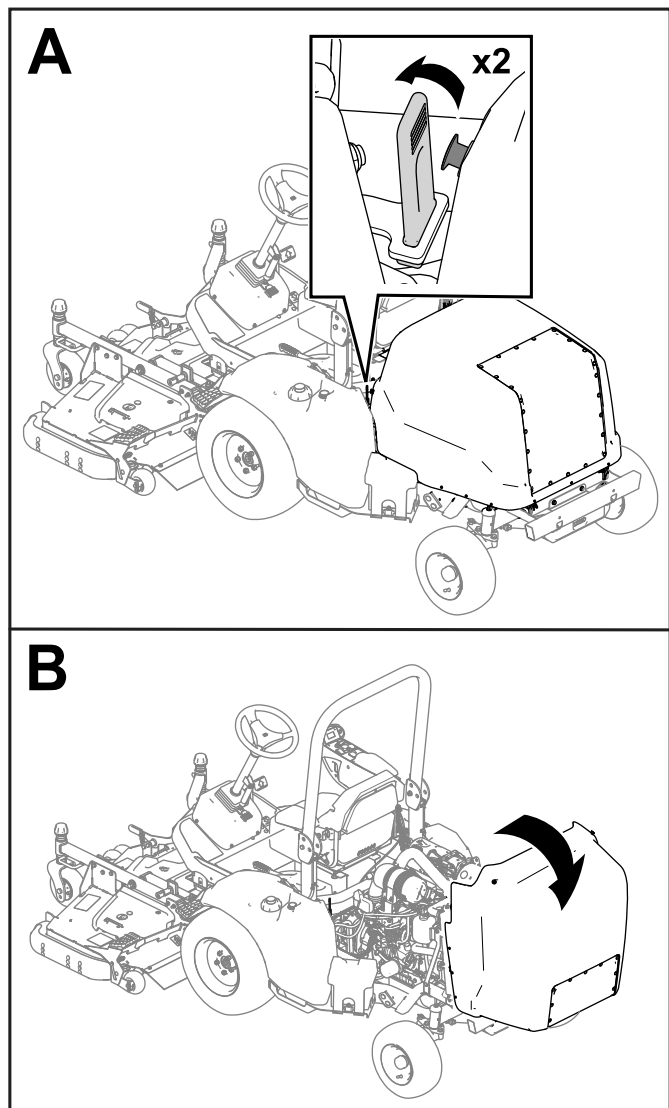

Figure 47
1. Détachez les attaches de chaque côté de la machine (Figure 47).
2. Ouvrez le capot (Figure 47).